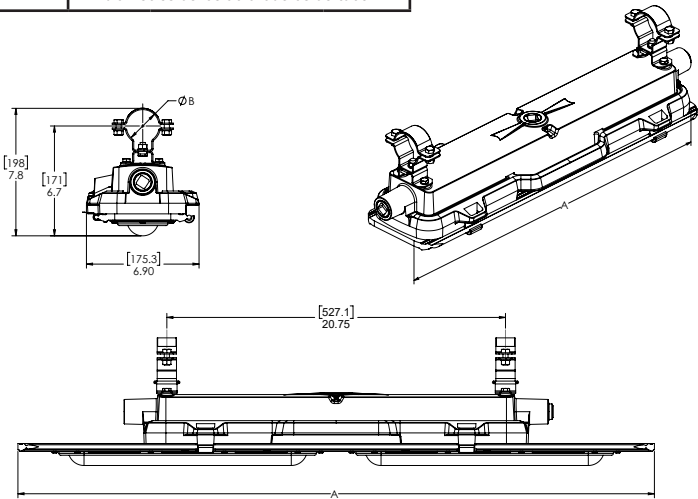

Figura 4. Instalación de montaje de polo
- 3. Los soportes de montaje en poste tienen una separación de 20,75" en las líneas centrales del soporte, como se muestra en la Figura 4.
- 4. Ajuste dos (2) de los pernos hexagonales de 1/4" proporcionados y las arandelas de seguridad con anillo dividido en cada subconjunto de soporte. Aplique un torque de 64 in-lb (7.2 N-m).
- 5. Retire los dos (2) tornillos de 5/16", arandelas de seguridad y tuercas de cada abrazadera y quite las mitades de las abrazaderas superiores.
- 6. La luminaria ahora está lista para el montaje. Se recomienda encarecidamente que use a dos (2) personas especializadas calificadas para proceder con el montaje final de la luminaria. Se recomienda esto para evitar cualquier lesión personal o daño a la luminaria.